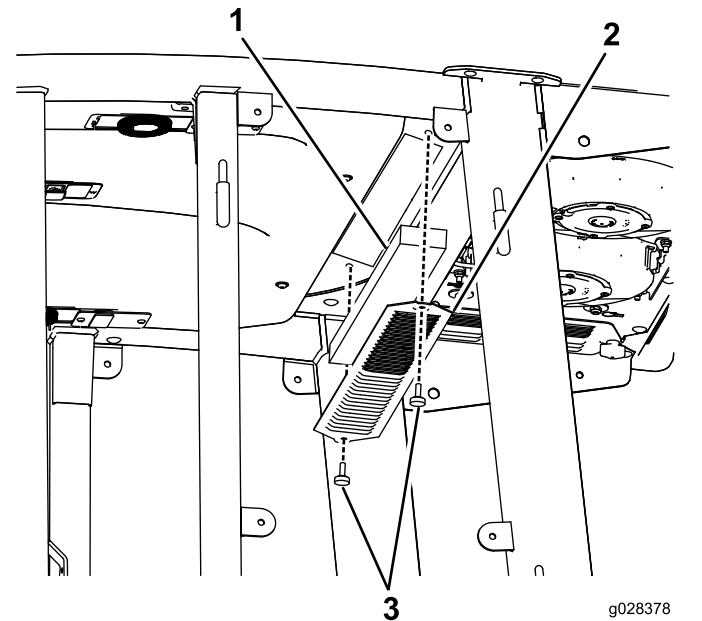

Bild 137
3. Nehmen Sie die 22 Schrauben ab, mit denen das Dach befestigt ist, um das Kabinendach von der Kabine abzunehmen (Bild 137).
4. Entfernen Sie die Luftfilter (Bild 137).
5. Entfernen und reinigen Sie die Klimaanlage-schlangen (Bild 137).